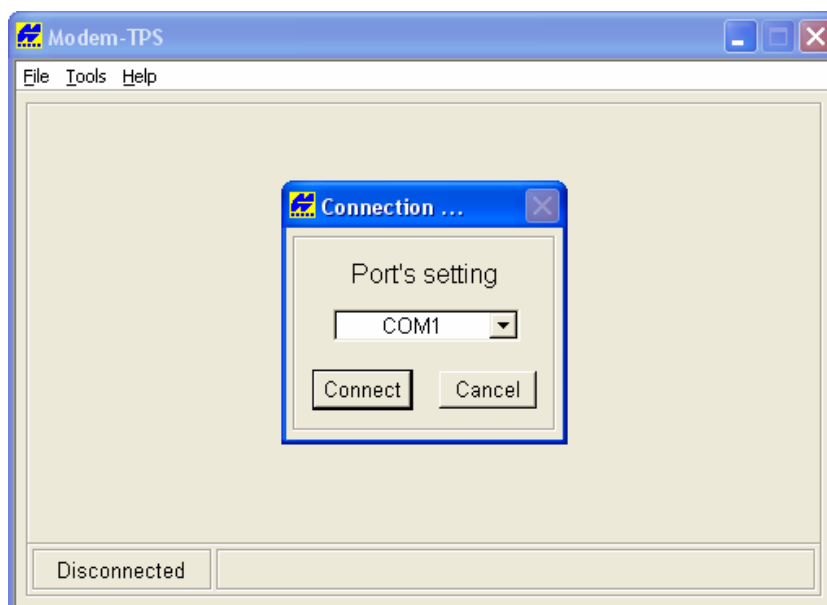

Рисунок 2-19. Подключение Modem-TPS
3. Запустите программу Modem-TPS и выберите последовательный (COM) порт подключения приемника (см. рис. 2-19).